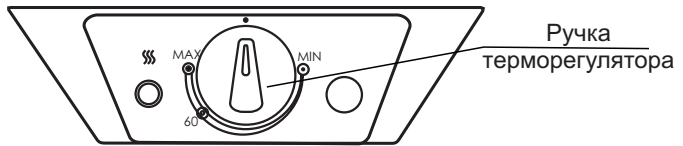

Рисунок 2 - Панель управления ЭВН моделей W30V1, W50V1, W80V1, W100V1, W120V1.
- в ЭВН моделей **W30V1, W50V1, W80V1, W100V1, W120V1** регулировка осуществляется с помощью выведенной наружу ручки терморегулятора. Поворотом ручки терморегулятора по часовой стрелке увеличивают температуру нагрева воды, против часовой стрелки - уменьшают. Для ориентации на шкале обозначено положение ручки терморегулятора, соответствующее нагреву воды примерно до 60 °С (см. рисунок 2).